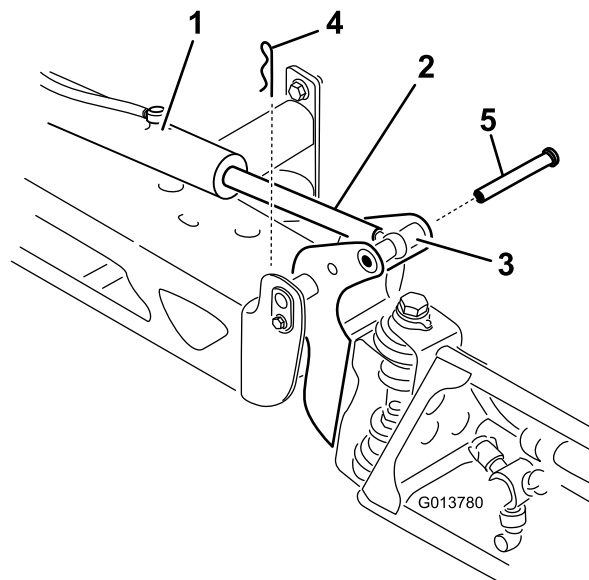

Figura 47
2. Togliete la coppiglia dal perno di articolazione (Figura 47).
3. Sollevate la barra e togliete il perno (Figura 47). Abbassate lentamente la barra a terra.
7. Tenete ferma la barra e inserite il perno attraverso il perno della barra e l'asta dell'attuatore (Figura 47).